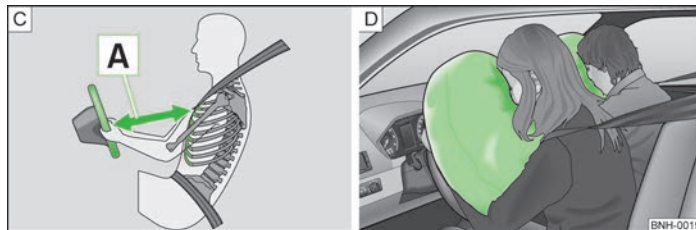

Fig. 103 Distancia de seguridad con respecto al volante/Airbags rellenos de gas
Al activarse, los airbags se llenan de gas propelente y se despliegan delante del conductor y el acompañante » fig. 103 - [B]. Al sumergirse la cabeza y el tórax en el airbag completamente inflado, se amortigua el movimiento hacia delante del conductor y del acompañante, y se reduce así el riesgo de lesiones en esas partes del cuerpo.
**A** » fig. 103. Si no respeta la distancia mínima, el sistema de airbag no podrá protegerle - ¡Peligro de muerte! Además, los asientos delanteros y los reposacabezas siempre deben estar correctamente ajustados a la estatura del ocupante.